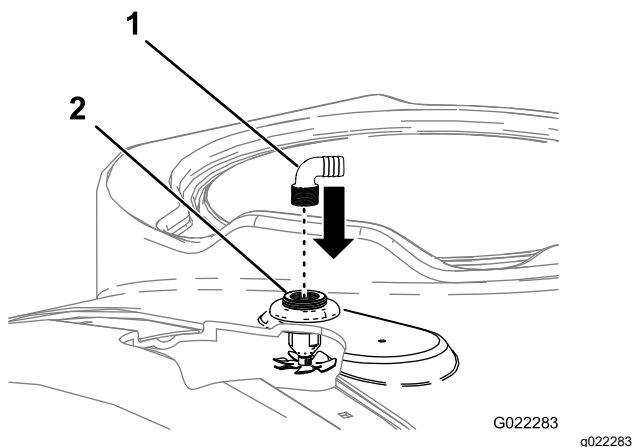

Figure 6
4. Placez les 2 cannelures de flexible de rinçage dans les ouvertures filetées des buses de rinçage (Figure 6).